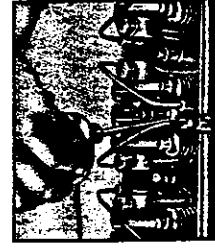

Fig. 1
**Bemerking:** De scheepsmotoren worden stopgezet door gebruik van een solenoïde in het oliedrukkanaal (fig. 1).
Motor onder lichte belasting op bedrijfstemperatuur (165° F) brengen. Klepspeling controleren en injectors een voor een buiten werking stellen door de plunjergeleider met een schroevendraaier of met het speciale gereedschap voor de 6/110 motoren, naar beneden te drukken. Indien de motor onregelmatig begint te draaien en zijn geluid verandert, werkt de desbetreffende cilinder zoals het hoort. Wordt daarentegen geen wijziging waargenomen, dan dienen de injector en zijn regelmechanisme te worden nagezien (zie fig. 1).